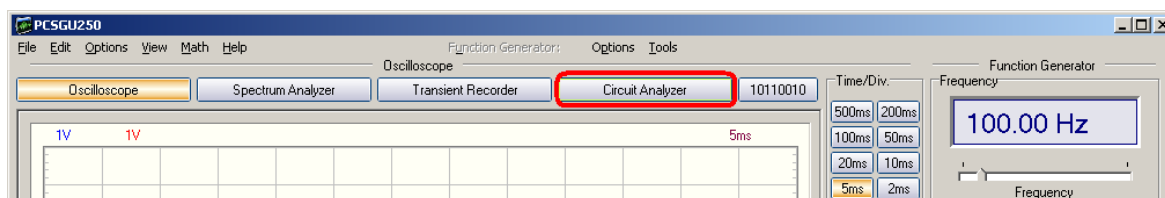

Рис. 10. Включение режима регистрации АЧХ.
3. При выполнении данного упражнения используется возможность приставки снимать АЧХ (амплитудно-частотную характеристику) и ФЧХ (фазочастотную характеристику) в автоматическом режиме. Для его включения нужно в главном окне программы нажать кнопку «Circuit analyzer» (Рис. 10).